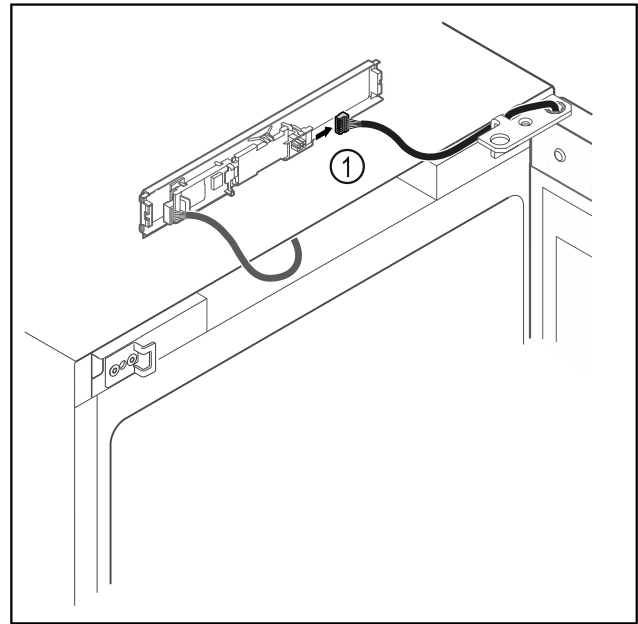

Fig. 14
- ▶ Húzza ki a dugót Fig. 14 (1) a NYÁK-ból.